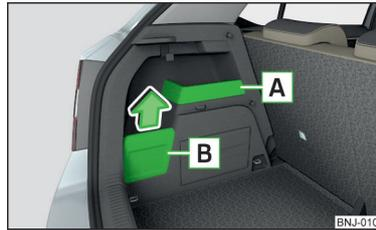

Fig. 85
- Le bagage pendu au crochet doit être placé si possible dans le vide-poches **B** » fig. 85 à la page 90, autrement cela pourrait endommager le cache du vide-poches.
- Si le bagage pendu au crochet pèse plus de 2,5 kg, il est alors conseillé de retirer le cache du vide-poches **B** » fig. 85 à la page 90, autrement cela pourrait endommager le cache du vide-poches.
Vide-poches » fig. 85
➤ Retirez le cache du vide-poches **T** dans le sens de la flèche » fig. 85.
Le vide-poches amovible **A** » fig. 85 est adapté pour déposer des petits objets pesant jusqu'à 1,5 kg.